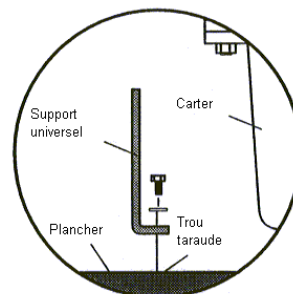

Figure 2A
1. Fixer le support sur le plancher du moteur comme indiqué Figure 2A en utilisant 2 rondelles plates et 2 boulons de 10 mm (non fournis).